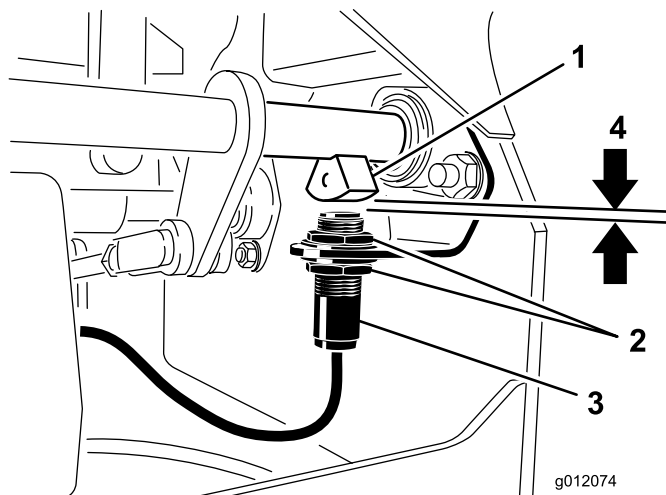

Figura 67
4. Mueva el interruptor hacia arriba o hacia abajo en el soporte hasta que la distancia entre el sensor del eje del freno y la superficie del interruptor sea de 5/32 pulgada (3,9 mm) (Figura 67).